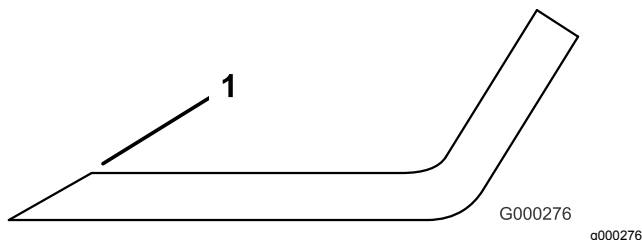

Figure 114
3. Examinez les tranchants de toutes les lames et affûtez-les s'ils sont émoussés ou ébréchés. N'affûtez que le haut du tranchant et conservez l'angle de coupe d'origine pour obtenir une coupe nette (Figure 114). Limez la même quantité de métal sur chacun des deux tranchants pour ne pas déséquilibrer la lame.